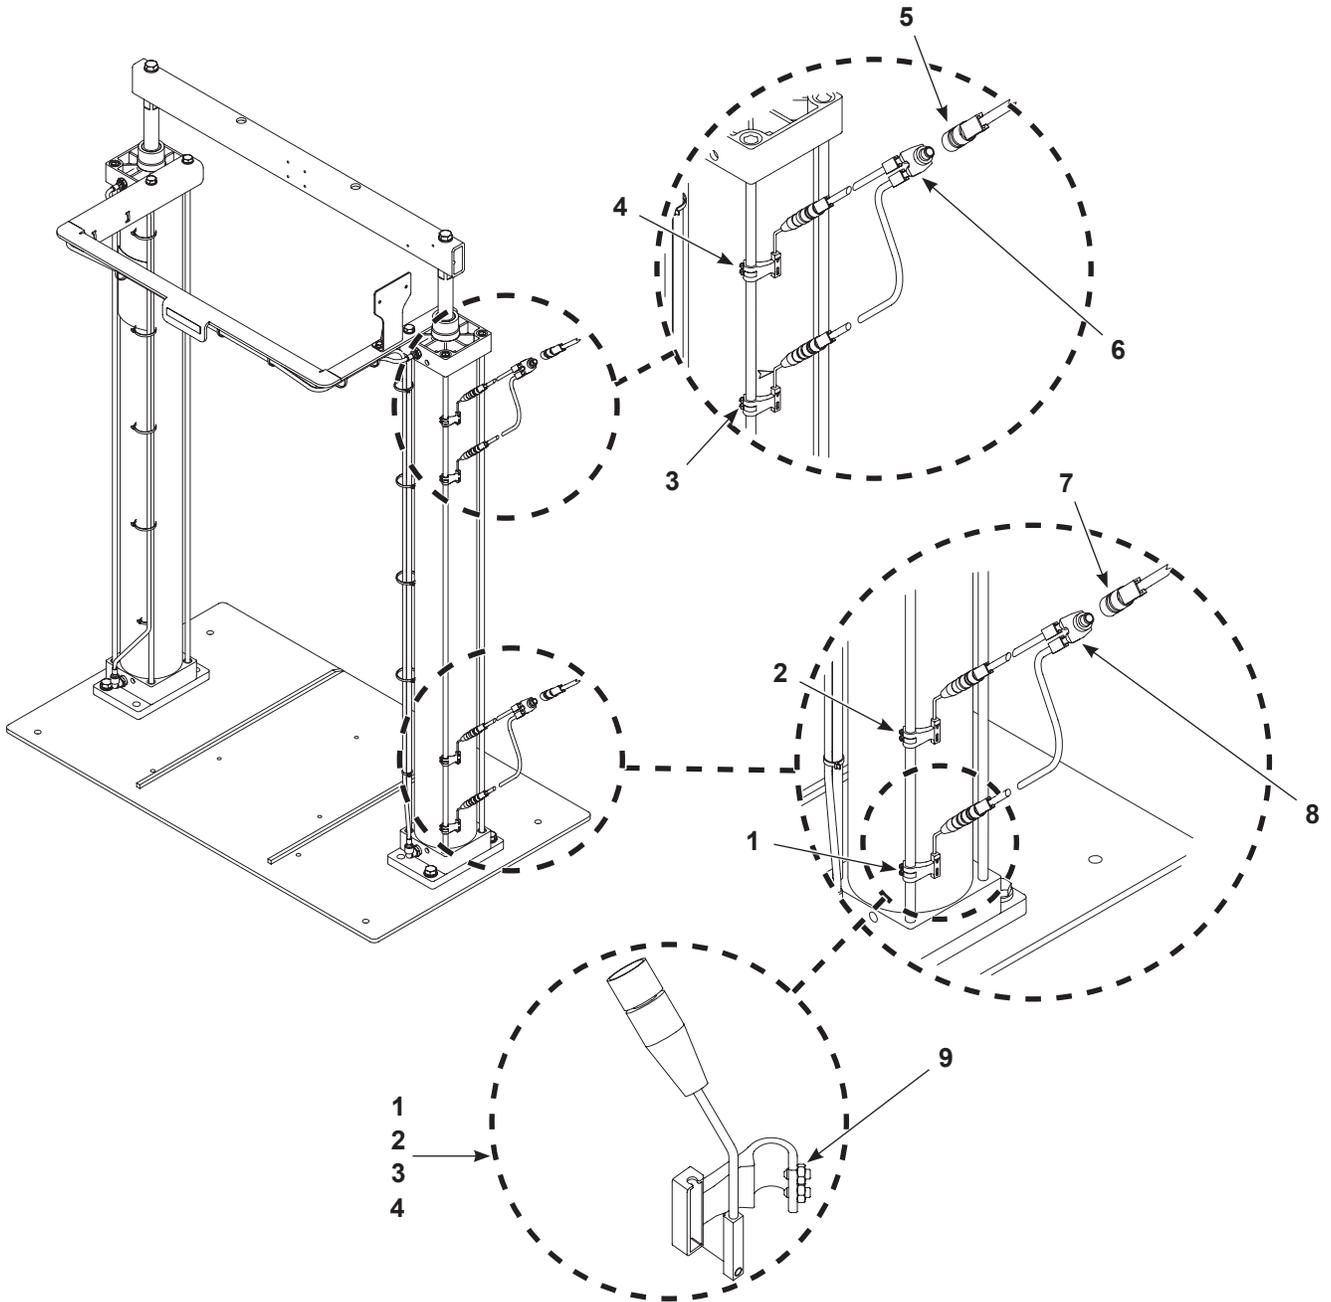

Figure 2 Installation du capteur magnétique
Voir la Figure 2.
2. Installer les capteurs magnétiques sur la tige d'ancrage du bâti aux positions approximatives indiquées à la Figure 2 à l'aide de deux vis de blocage (9). S'assurer que les capteurs magnétiques reposent contre le vérin du bâti.
3. Raccorder les capteurs magnétiques aux câbles répartiteurs en Y. Les capteurs *Sommet d'excursion du coulisseau* (4) et *Plateau suiveur dans fût* (3) se raccordent au même câble répartiteur en Y (6) et les capteurs *Fût niveau bas* (2) (si présent) et *Fût vide* (1) se raccordent au même câble répartiteur en Y (7).
4. Raccorder le câble répartiteur en Y (6) *Sommet d'excursion du coulisseau* (si présent) / *Plateau suiveur dans fût* au câble de 0,5 m (5) et raccorder le câble répartiteur en Y (7) *Fût niveau bas* / *Fût vide* au câble de 1 m (8).